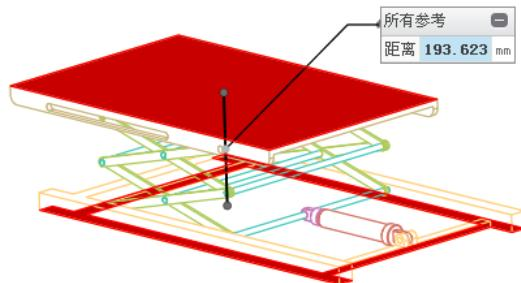

图 6.2.3 选取测量对象
(2) 选取测量对象。按住 Ctrl 键，选取图 6.2.3 所示工作台的上表面和框架底面为测量